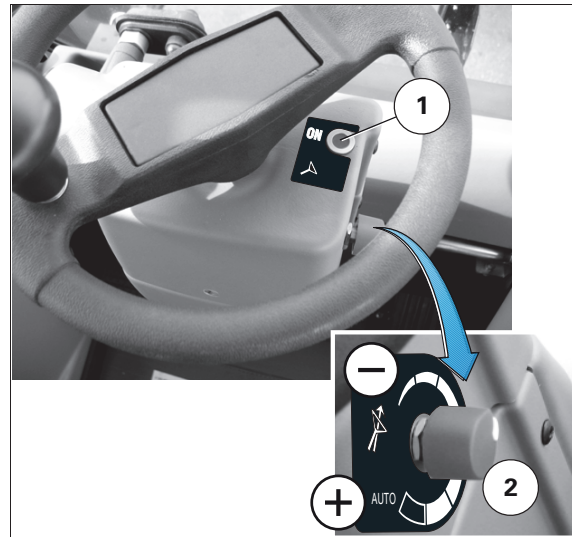

Fig. 7.
1. Accione la palanca de Valtra Shuttle en el sentido de la marcha deseado y las pantallas (1) y (2) aparecerán en el Dash Control Center.
2. El indicador luminoso (1) fig. 7 está encendido.